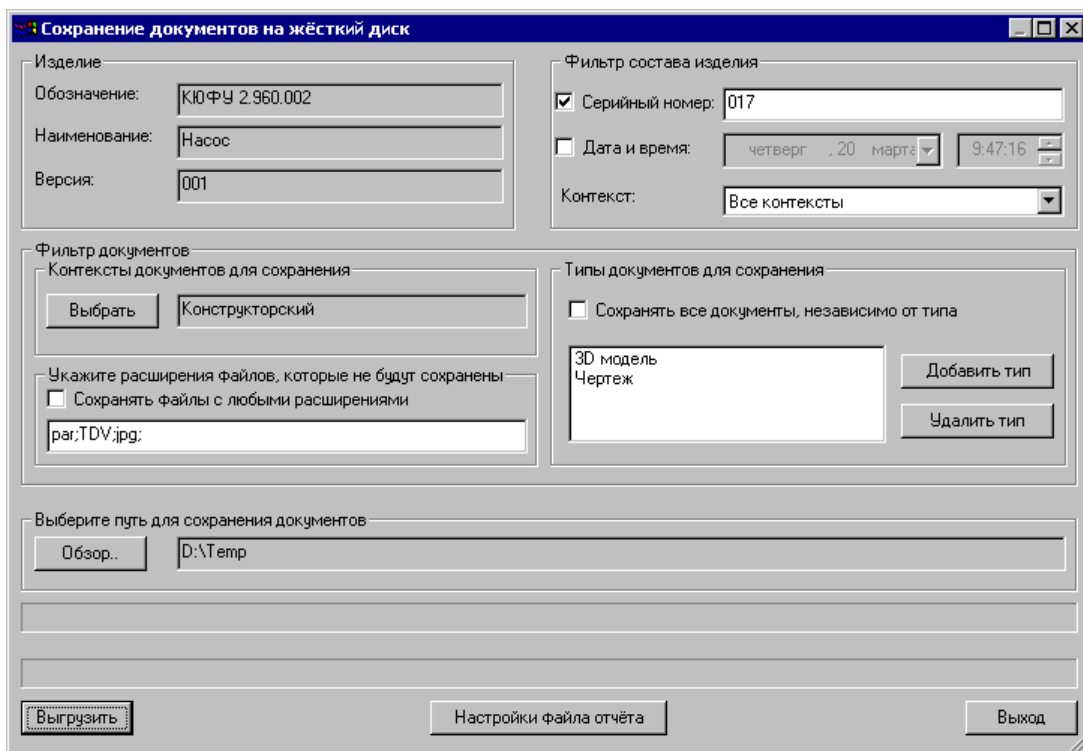
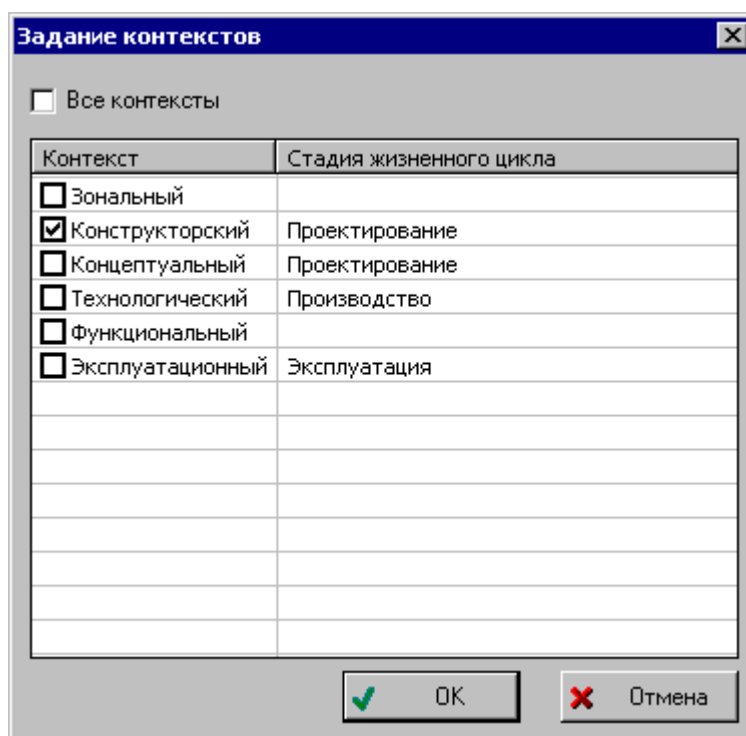

Рис. 3 Окно настройки функции экспорта документов.
Рис. 4 Указание контекстов связей документов.
Для вызова модуля «DocOut» необходимо выбрать в дереве объектов модуля PDM изделие или его версию, вызвать контекстное меню и выбрать пункт «Экспорт → Документы на жесткий диск рекурсивно...». Далее отобразится диалоговое окно «Сохранение документов на жесткий диск», изображенное на Рис. 3. Если данный пункт меню отсутствует, то необходимо проверить правильность подключения модуля.
- Экспорт только тех документов, связи которых имеют определенные контексты. Например, необходимо выгрузить все документы, ассоциированные с версиями изделий в контексте «Конструкторский», а документы в контексте «Коммерческий» выгружать не надо. Для указания контекстов необходимо в подразделе «**Контексты документов для сохранения**» (Рис. 3) нажать кнопку «**Выбрать**», и в появившемся диалоговом окне (Рис. 4) указать требуемые контексты.
- Запрещение выгрузки файлов документов указанных расширений. Например, необходимо запретить выгрузку файлов документов с расширениями «.asm», «.sldasm», «.prt» и «.sldprt». Для задания условия необходимо в подразделе «**Укажите расширения файлов, которые не будут сохранены**» (Рис. 3) сбросить флаг «**Сохранять файлы с любыми расширениями**» и в строке указать расширения. Наименования расширений должны быть указаны последовательно в строке и разделены символом «;». Наименование расширения должно указываться без символов «\*.» вначале.
- Выгрузка документов только указанных типов. Например, необходимо выгрузить документы только с типами «Чертеж» и «Сборочный чертеж», а документы с типом «3D-модель» выгружать не надо. Для задания условия необходимо в подразделе «**Типы документов для сохранения**» (Рис. 3) сбросить флаг «**Сохранять все**